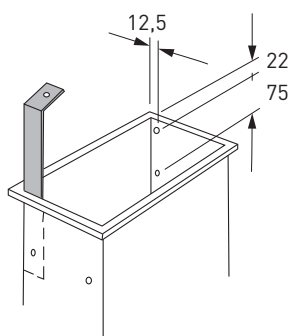

Fig. 7
**Uteluft huv** monteras på toppen av uteluftkanalen med hjälp av de medlevererade bärrännen och rostfria skruvarna (fig. 7). Huvn är försedd med monteringshål. Hål i kanalen borras vid montering.